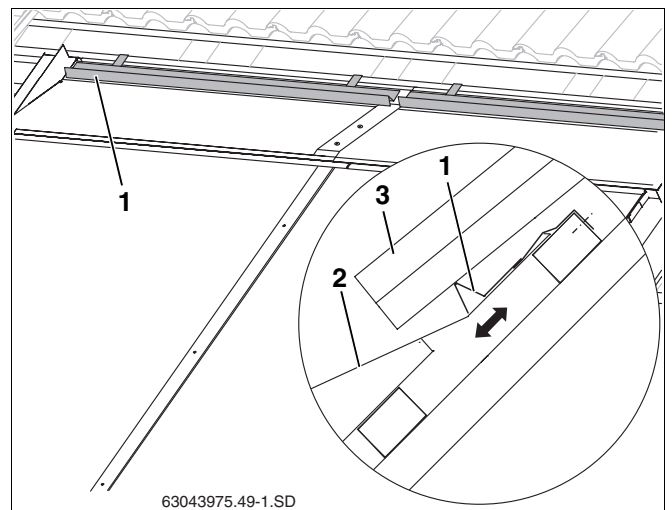

Fig. 61 Colocar e fixar o apoio da telha
- cubra o máximo possível da chapa de cobertura (fig. 61, **item 2**) contudo, sem tocar na mesma, e que
- ▶ Colocar o apoio da telha (fig. 61, **item 1**) de acordo com a posição determinada e fixar à ripa do telhado.
- ▶ Colocar as telhas cortadas (fig. 61, **item 3**).